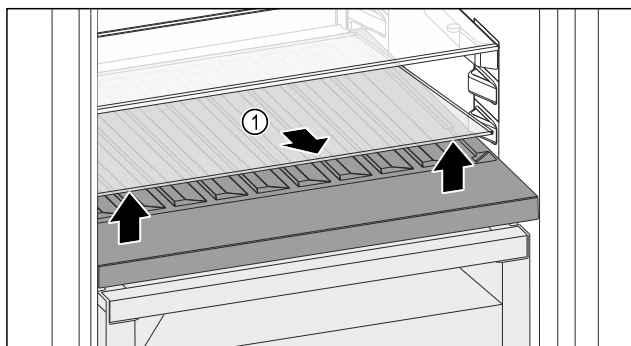

Fig. 137
- ▶ Приподнимите стеклянную пластину Fig. 137 (1) за выемку спереди и извлеките.
- ▶ Уложите стеклянную пластину Fig. 137 (1) на хранение вне устройства.
- ▶ Установите стеклянную пластину (2) под сменной полкой для хранения бутылок.